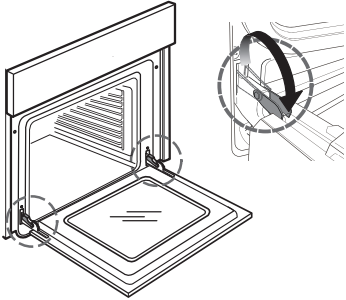
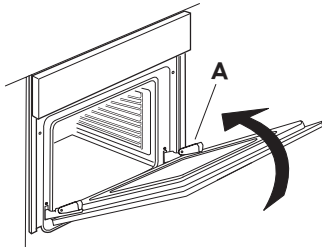

fig. 1
fig. 2
KÖTTERMOMETER	<p>Kötttermometern ger exakt innetemperatur (upp till 100 °C) som mäts under tillagningen för att garantera bästa resultat. Önskad innetemperatur för maten kan ställas in baserat på den mat som ska tillagas. Det är viktigt att kötttermometern placeras korrekt för ett optimalt resultat. För in kötttermometern helt i den tjockaste delen av köttstycket, undvik ben och fett (bild 1). För kyckling skall kötttermometern föras in från sidan till mitten av bröstet, se till att spetsen inte hamnar i tomrummet (bild 2). Om köttets tjocklek är oregelbunden bör du kontrollera att köttet är färdigkockt innan du tar ut det ur ugnen. Anslut änden på termometern i hålet i ugnens högra innerpanel.</p> <p>Anslut änden på termometersonden i hålet på kontrollpanelens vänstra nederdel</p> <div style="text-align: right;">  <p>BILD 1</p>  <p>BILD 2</p> </div>
2. Lyft de två spärrhakarna i gångjärnen och skjut dem framåt till anslaget (fig. 1).
3. Stäng luckan till spärren (A), lyft den (B) och vrid runt den (C) tills den lossnar (D) (fig. 2, 3, 4).